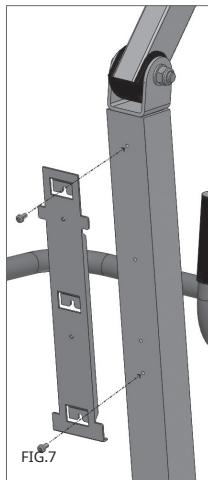

FIG.7
6. Poziționați și fixați bara de curățare cu șurubul prevăzut pe suportul corespunzător holed bracket (Fig.7)
2. Fixați suportul unității de comandă pe coloană cu șuruburile furnizate, înșurubați orificiile corect montate. (Fig.7)